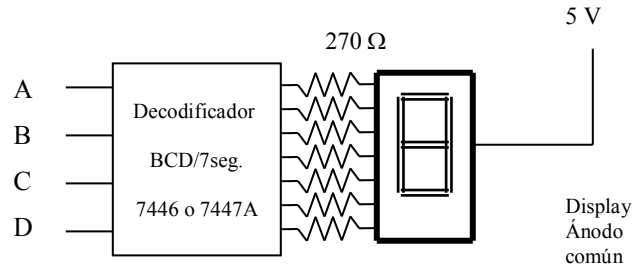

Fig. No. 2
- 3.- Montar el circuito de la Figura No.2 y comprobar el funcionamiento del Display de ánodo común manejado por el Decodificador BCD/ 7 segmentos (7447A). A la entrada del decodificador poner las combinaciones necesarias de niveles lógicos (0 al 15 en código BCD) de acuerdo a la tabla No. 2. Observar los niveles lógicos en las salidas del Decodificador y lo mostrado en el Display . Completar la tabla con los datos obtenidos.